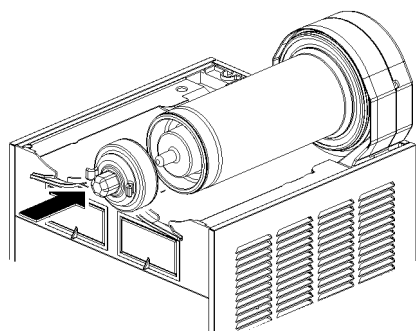

figure 15
- 5 Introduire le rotor magnétique extérieur dans l'évaporateur en veillant à l'accompagner jusqu'au fond (voir figure 15).